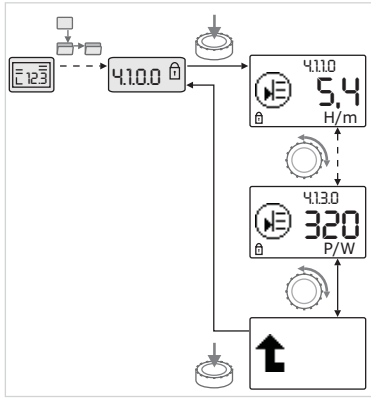

fig. 36: Hämtning av information
- Välj menyelement av typen "Information" för aktuell undermeny genom att vrida på den röda knappen (se fig. 36). För en förklaring av inställningarna med symboler, se tabellen i kapitel 8.7 "Referens menyelement" på sidan 29.